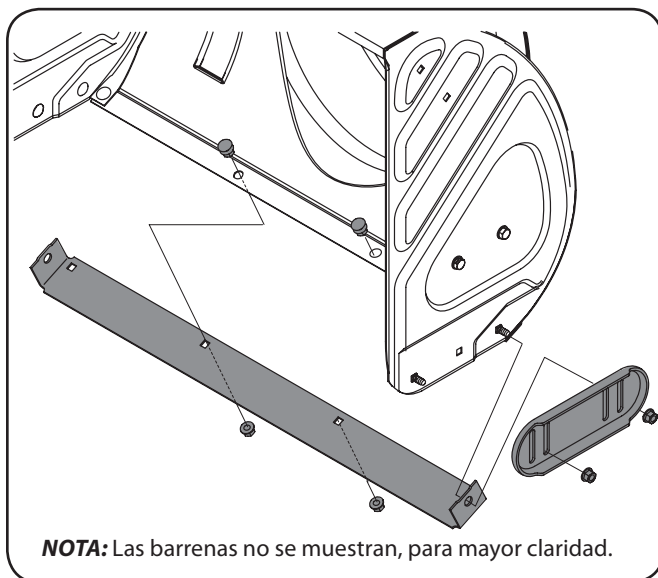

Figura 6-1
2. Monte las nuevas zapatas antideslizantes con cuatros pernos de carro (dos en cada lado) y las tuercas de brida hexagonales. Consulte la Figura 6-1.
3. Quite los pernos de carro y las tuercas hexagonales que la sujetan a la caja de la barrena. Consulte la Figura 6-1.
4. Monte la placa de raspado nueva, asegurándose de que las cabezas de los pernos de carro se encuentren del lado interior de la caja. Ajuste bien. Consulte la Figura 6-1.